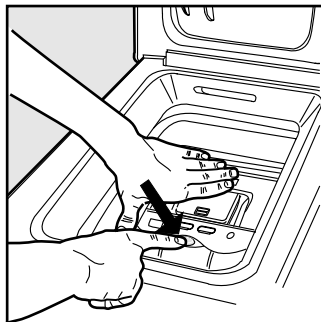

Fig. 2
B) Abra luego el cesto usando ambas manos, como se indica en la Fig. 2: